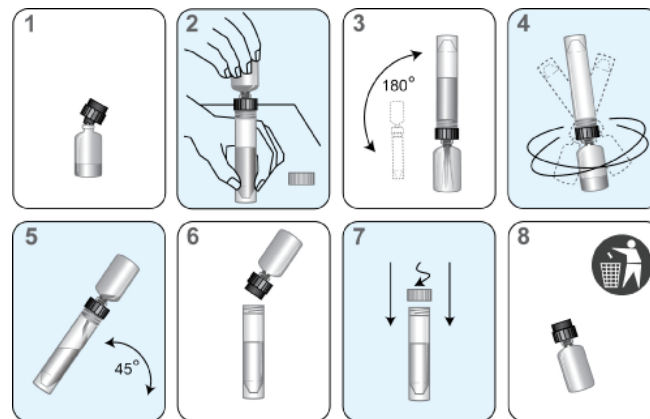

Figura 1. Processo di ricostituzione per il TIGRIS DTS System o il PANTHER System
- c. Aprire la fiala del reagente liofilizzato e inserire con fermezza l'estremità indentata del collare di ricostituzione nell'apertura della fiala (Figura 1, fase 1).
- e. Tenendo il flacone della soluzione di ricostituzione sul banco, inserire con fermezza l'altra estremità del collare di ricostituzione nell'apertura del flacone (Figura 1, fase 2).
- f. Capovolgere lentamente i flaconi assemblati. Lasciar scendere la soluzione dal flacone di ricostituzione nella fiala di vetro del reagente (Figura 1, fase 3).
- g. Agitare ruotando delicatamente la soluzione nella fiala per miscelarla. Evitare la formazione di schiuma durante questa fase (Figura 1, fase 4).
- h. Attendere che il reagente liofilizzato passi in soluzione, quindi capovolgere di nuovo i due flaconi assemblati, inclinandoli ad un angolo di 45° per ridurre al minimo la formazione di schiuma (Figura 1, fase 5). Lasciar ridiscendere tutto il liquido nel flacone di plastica.
- i. Rimuovere il collare di ricostituzione e la fiala di vetro (Figura 1, fase 6).
- j. Chiudere il flacone di plastica con il relativo tappo (Figura 1, fase 7). Annotare sull'etichetta le iniziali dell'operatore e la data di ricostituzione.
- k. Gettare il collare di ricostituzione e la fiala di vetro (Figura 1, fase 8).